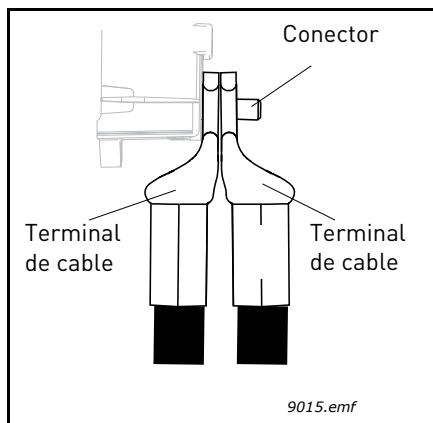

Figura 43. Colocación de dos terminales de cable uno encima del otro
- **NOTA:** si utiliza diversos cables en un conector, fíjese en la posición de los terminales de cable uno encima del otro. Consulte la Figura 43 que se muestra a continuación.